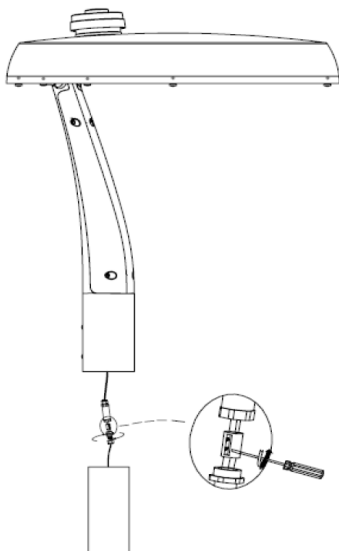

Рис.1
- Подключить светильник к сети электропитания в соответствии с требованиями техники безопасности. Для правильного подключения, провода имеют цветовую идентификацию (см. рис.1).